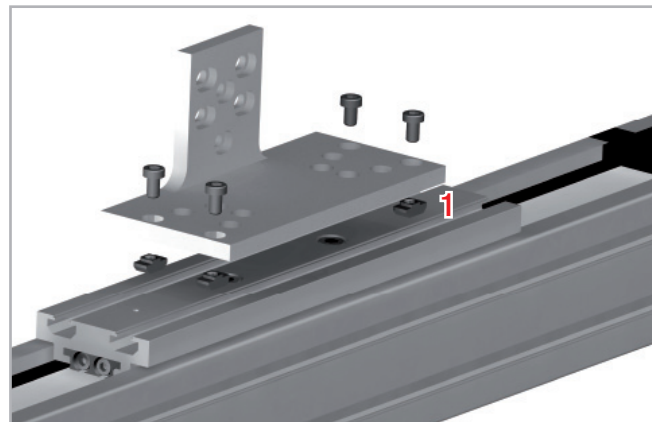

图. 72
1. 将螺栓穿过准备好的单元1安装板上的安装孔 (见图72)。